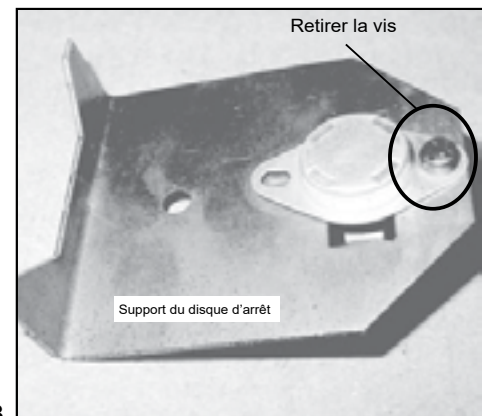

Figure 25.3
2. Retirez les panneaux latéraux du haut et du bas (**Figure 25.3**).
3. Le disque d'arrêt n° 2 est situé sur le plénum de convection, au centre de l'appareil, au-dessus du ventilateur de convection (**Figure 25.3**).
7. Avec un tournevis à tête cruciforme n° 2, retirez les vis maintenant le disque d'arrêt au support (**Figure 25.3**).